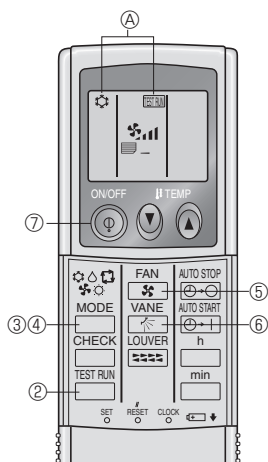

Fig. 7-5
7.2.2. Med trådløs fjernbetjening (Fig. 7-5)
- ① Tænd for strømmen til enheden mindst 12 timer, før testkørslen skal udføres.
- ② Tryk på -knappen to gange. (Start denne drift med fjernbetjeningens display slukket.)
③ Tryk på og den aktuelle driftsform vises.
- ③ Tryk på -knappen for at aktivere COOL- driftsformen, og kontroller så, om der blæses kølig luft ud fra enheden.
- ④ Tryk på -knappen for at aktivere HEAT- driftsformen, og kontroller så, om der blæses varm luft ud fra enheden.
- ⑤ Tryk på knappen , og kontroller, om ventilatorhastigheden ændres.
- ⑥ Tryk på -knappen og kontroller, om den automatiske vinge virker korrekt.
- ⑦ Tryk på ON/OFF-knappen for at stoppe prøvekørslen.